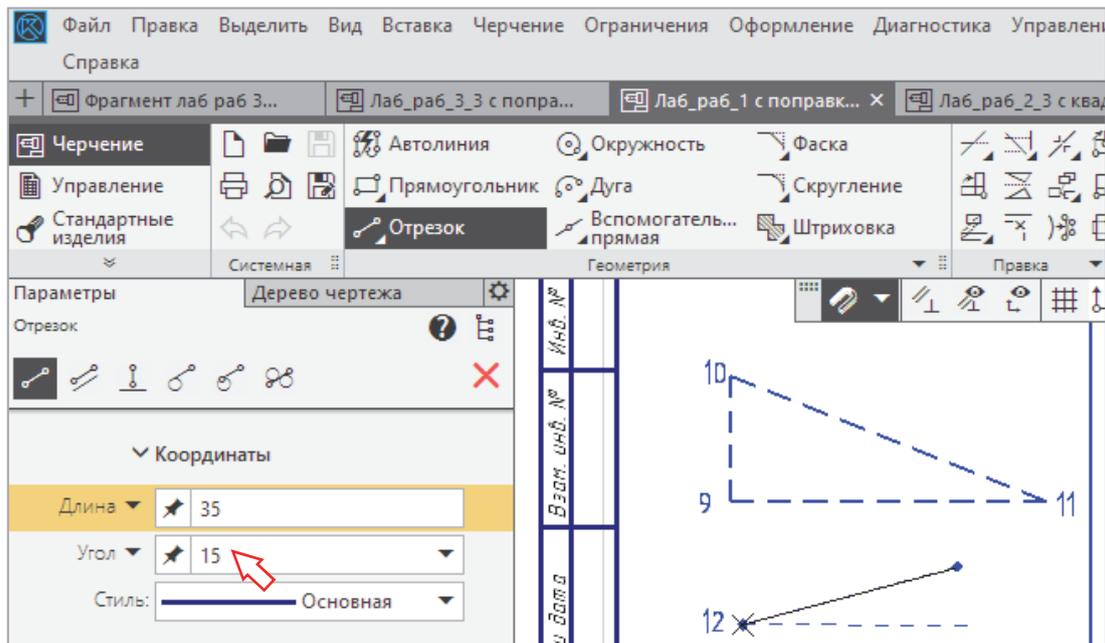

Рис. 1.2-3
6. Перейти на стиль линии **Основная**. Из точки 12 построить отрезок длиной 35 мм под углом 15° к горизонту. Необходимые значения вводятся на **Панели параметров** в полях **Длина** и **Угол** (рис. 1.2-3). Завершается ввод значений нажатием клавиши <Enter>.